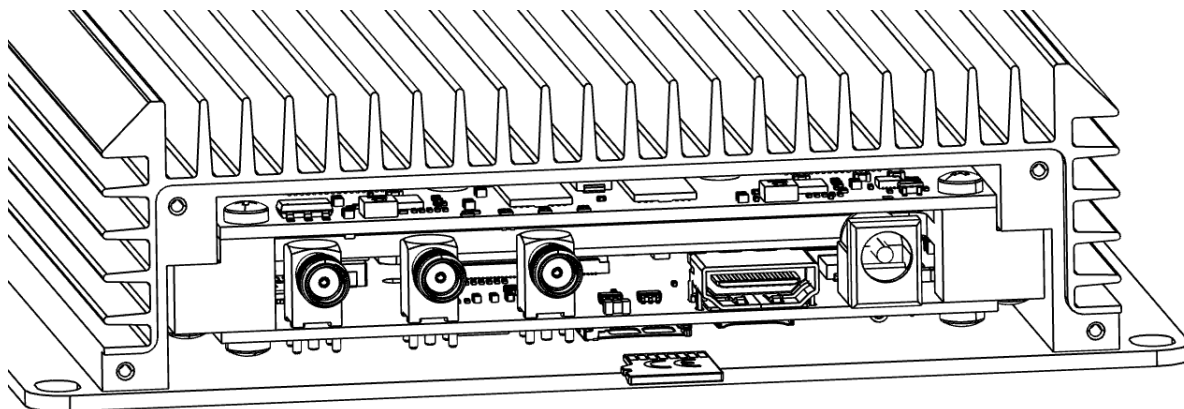

Рисунок 2.6 – Установка карты памяти microSD
2.7.3 Для установки карты памяти необходимо демонтировать заднюю панель, выкрутив удерживающие её винты, после чего вставить microSD карту контактами вверх в соответствующий слот (соединитель X21) до щелчка (рисунок 2.6) и осуществить сборку в обратной последовательности. Чтобы извлечь карту из слота, необходимо нажать на неё до щелчка.